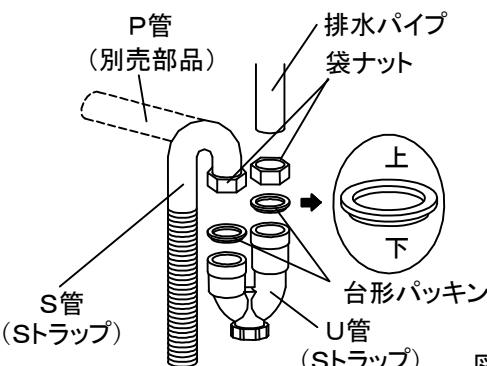

図6-6
- 2、建物側の排水管にP管を差し込んだ後、P管とSトラップのU管を確実に接続してください。[図6-6]